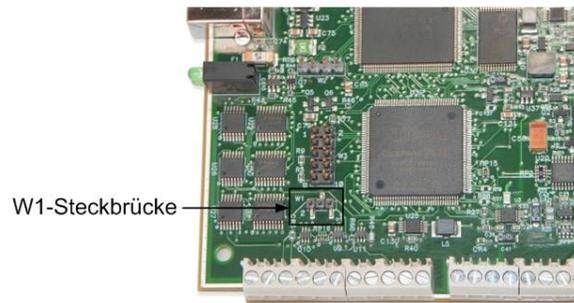

Abb. 8. Position der Steckbrücke W1
5. Stellen Sie die Steckbrücke W1 entweder auf Pullup oder Pulldown. Abbildung 8 verdeutlicht die Position der Steckbrücke auf der Platine.